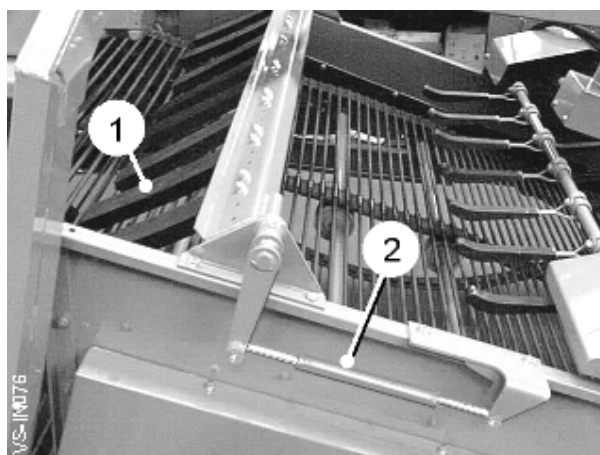

Fig 12
La motte qui casse des doigts consiste en un ou deux lignes de blocs du caoutchouc traînants (item 1, fig 12). Ceux-ci opèrent en roulant les mottes et pommes de terre qui, dans quelques conditions du sol, a l'effet de fendre les mottes et permettre aux plus petits morceaux de tomber à travers le tissu.
Varié leur efficacité la motte les doigts peuvent être élevés au-dessus ou peuvent être baissés vers le bas sur le tissu en ajustant le turnbuckle (item 2, fig 12). Le soin devrait être pris pour ne pas mettre les doigts à opérer trop rigide sur le tissu ou meurtrir et épluche érafler peut se produire.